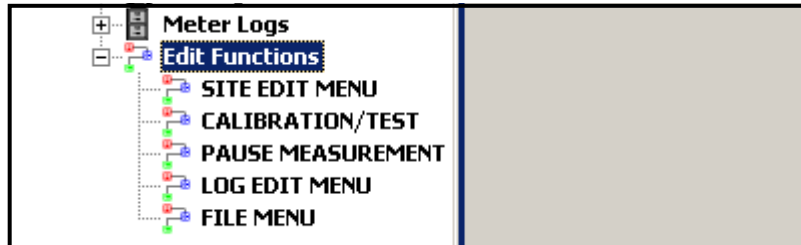
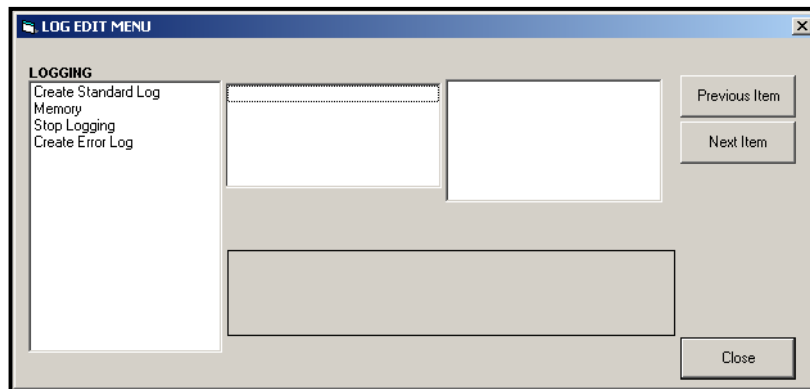

Figure 10: Menu Modifier les fonctions pour XMT868i avec carte de journalisation
Figure 11: La fenêtre du menu Edition du journal
Pour créer la Figure 11, un nouveau journal de compteur, procédez comme suit :
1. À partir du navigateur de *nouveaux compteurs* dans PanaView, développez l'arborescence du réseau et ouvrez l'option Modifier les fonctions (décrit à la page C-6 de l'annexe C, *Programmation du XMT868i à l'aide de PanaView*). Le menu ressemblera à la Figure 10.
2. Double-cliquez sur le menu Log Edit, comme illustré à la Figure 10. La fenêtre ressemble à la Figure 11.